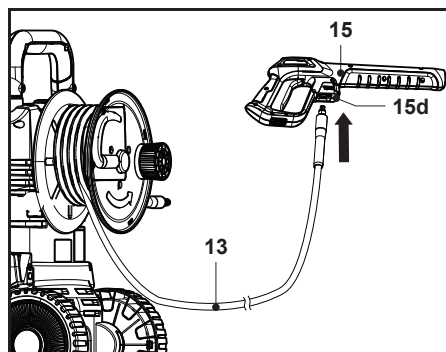

Fig. 7
1. Puxe cuidadosamente a mangueira de pressão (13) para a retirar. Sugere-se que desenrole totalmente a mangueira de pressão (13) antes da utilização.
2. Empurre a ponta da mangueira de pressão (13) para o conector de mangueira (15d) na pistola de pulverização (15) até ao final, ouvindo um clique (Fig. 7).